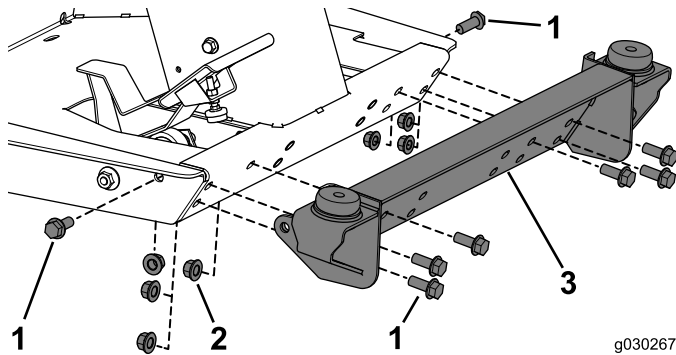

図 18
1. 前マウントを機体に取りつけるボルト 1/2 x 1-1/4 インチ 8本、ロックナット 8個を使用する 図 18。